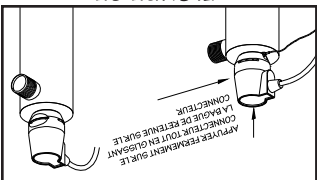
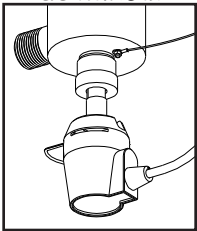

FIGURE 2E
FIGURE 2D
4. Lorsque la connexion est parfaite entre le connecteur et la lampe, faire glisser le connecteur par-dessus l'écrou de retenue. Pour que le connecteur puisse glisser complètement sur l'écrou de retenue, on retiré du corps du connecteur. Lorsque le connecteur est parfaitement placé par-dessus l'écrou de retenue, ramener en place la bague de retenue métallique pour immobiliser le connecteur (Figure 2E). Le connecteur est muni d'un repère de positionnement par rapport à la chambre du réacteur, s'assurer que la dépression sur le connecteur (Figure 2D) soit située au-dessus de l'oreille de mise à la terre située sur la chambre du réacteur.